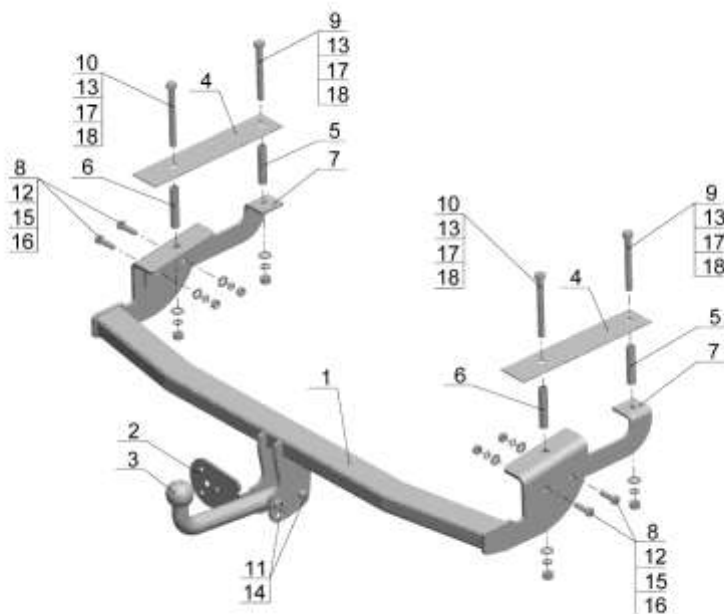

Рис.1.
- Установить ТСУ (рис.1) на автомобиль, используя втулки (поз.6), пластины (поз.4) и зафиксировать его с помощью крепежных элементов (поз.10,13,17,18);